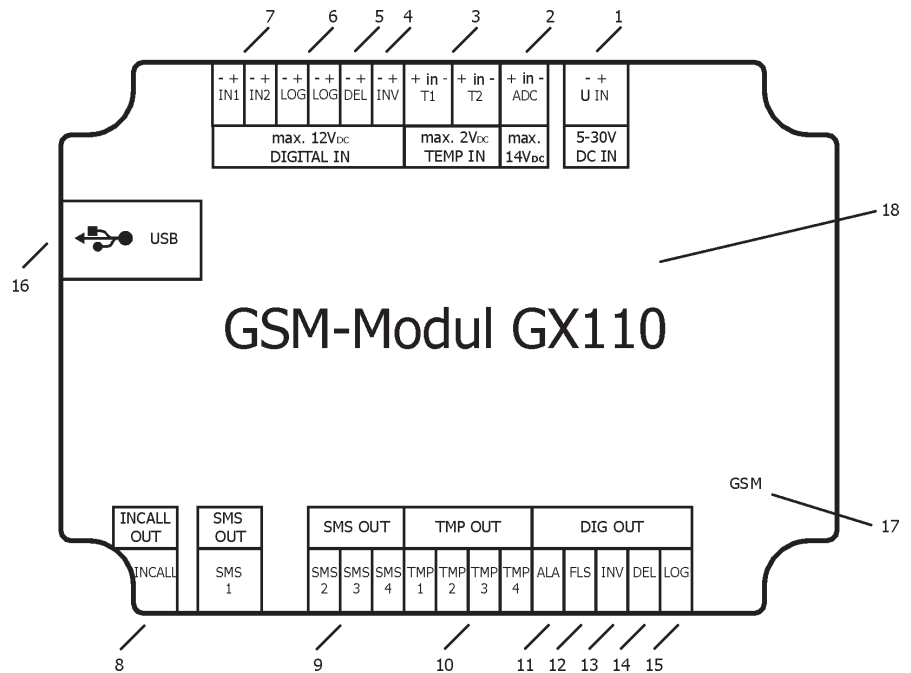

Bild 1
Eingänge (siehe Bild 1, Position 4 bis 7):
Ausgänge (siehe Bild 1, Position 8 bis 15:
Am Ausgang „INCALL“ (siehe Bild 1, Pos. 8) und am Ausgang „SMS1“ ist bereits ein Relais montiert; damit können 8 A bei 250 V/AC bzw. bei 30 V/DC geschaltet werden.
- Schließen Sie polungsrichtig das Anschlusskabel der Versorgungsspannung an die hierfür vorgesehenen Klemmen auf der Platine an (siehe Kapitel 9, Bild 1, Pos. 1).